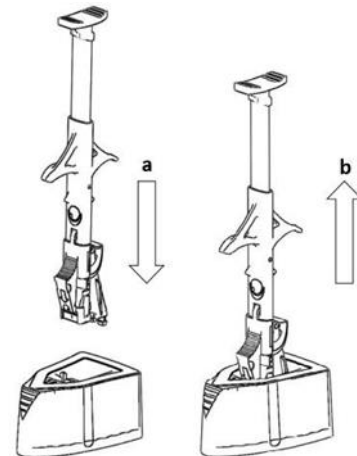

Fig 2.
4. Pentru determinarea poziției corecte aliniați săgețile de pe opritorul roșu al injectorului și a recipientului lentilei intraoculare. Apăsați în jos cu o mișcare fermă injectorul până auziți un clic așa cum este ilustrat în Fig. 2/a. Trageți injectorul afară precum în Fig.2/b și verificați dacă suportul lentilei a fost încărcat în injector.